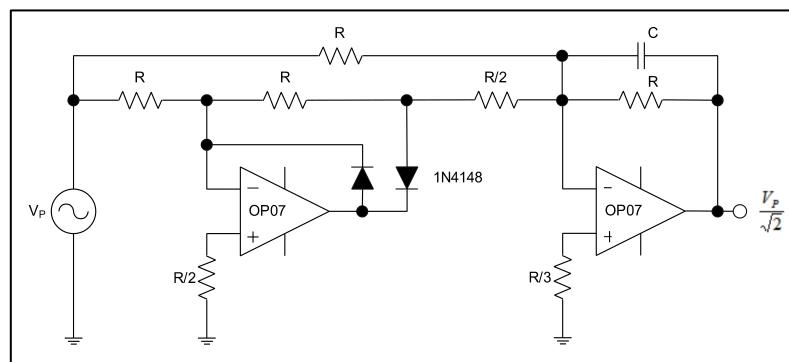

Figura 3: -Final 12.02.09- Circuito convertidor CA a CC (Rectificador de precisión)
3. Se utilizará el mismo circuito que el de la *Figura 3*, pero antecedido por un divisor resistivo como el de la figura siguiente (tomando solo dos fases: “R” y “S”, para los otros dos pares de juegos entre fases, el sistema utilizado es idéntico):